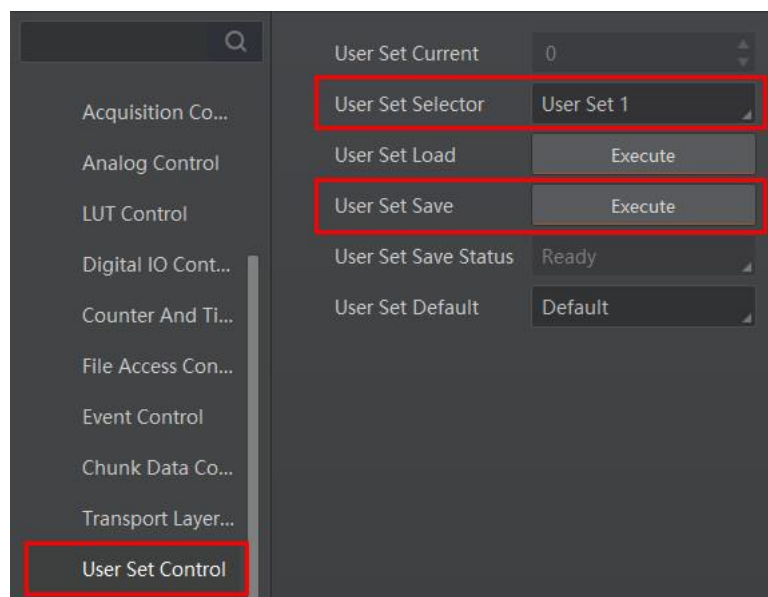

图10-40 保存参数设置
- 保存参数：修改参数后，通过 *User Set Selector* 参数下拉选择其中一套 *User Set* 参数，点击 *User Set Save* 处的 **Execute**，即可将参数保存到用户参数中，如图10-40所示。